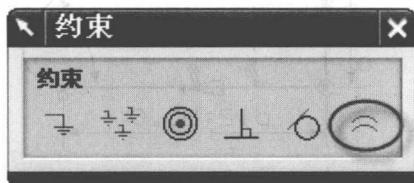
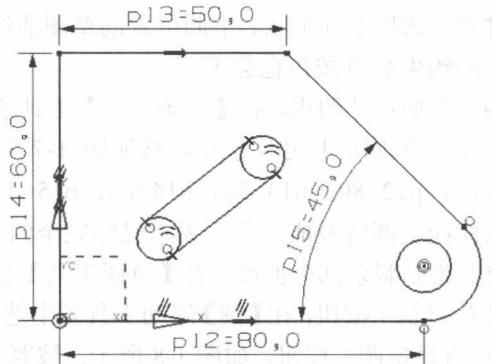

图 1-12 等半径约束
图 1-13 等半径约束后草图
(7) 添加几何约束。在【草图工具】工具条中选择 \perp (约束) 按钮，在草图中选择圆 1 和 2，草图左上角出现【约束】浮动工具条，在其中选择 \approx (等半径) 按钮，约束其半径相等；选取圆 3 和圆弧，在【约束】浮动工具条中选择 \odot (同心) 按钮，约束其同心，如图 1-12 所示。在【草图工具】工具条上，单击 \square (显示所有约束) 按钮，使图形中的约束显示出来，如图 1-13 所示。